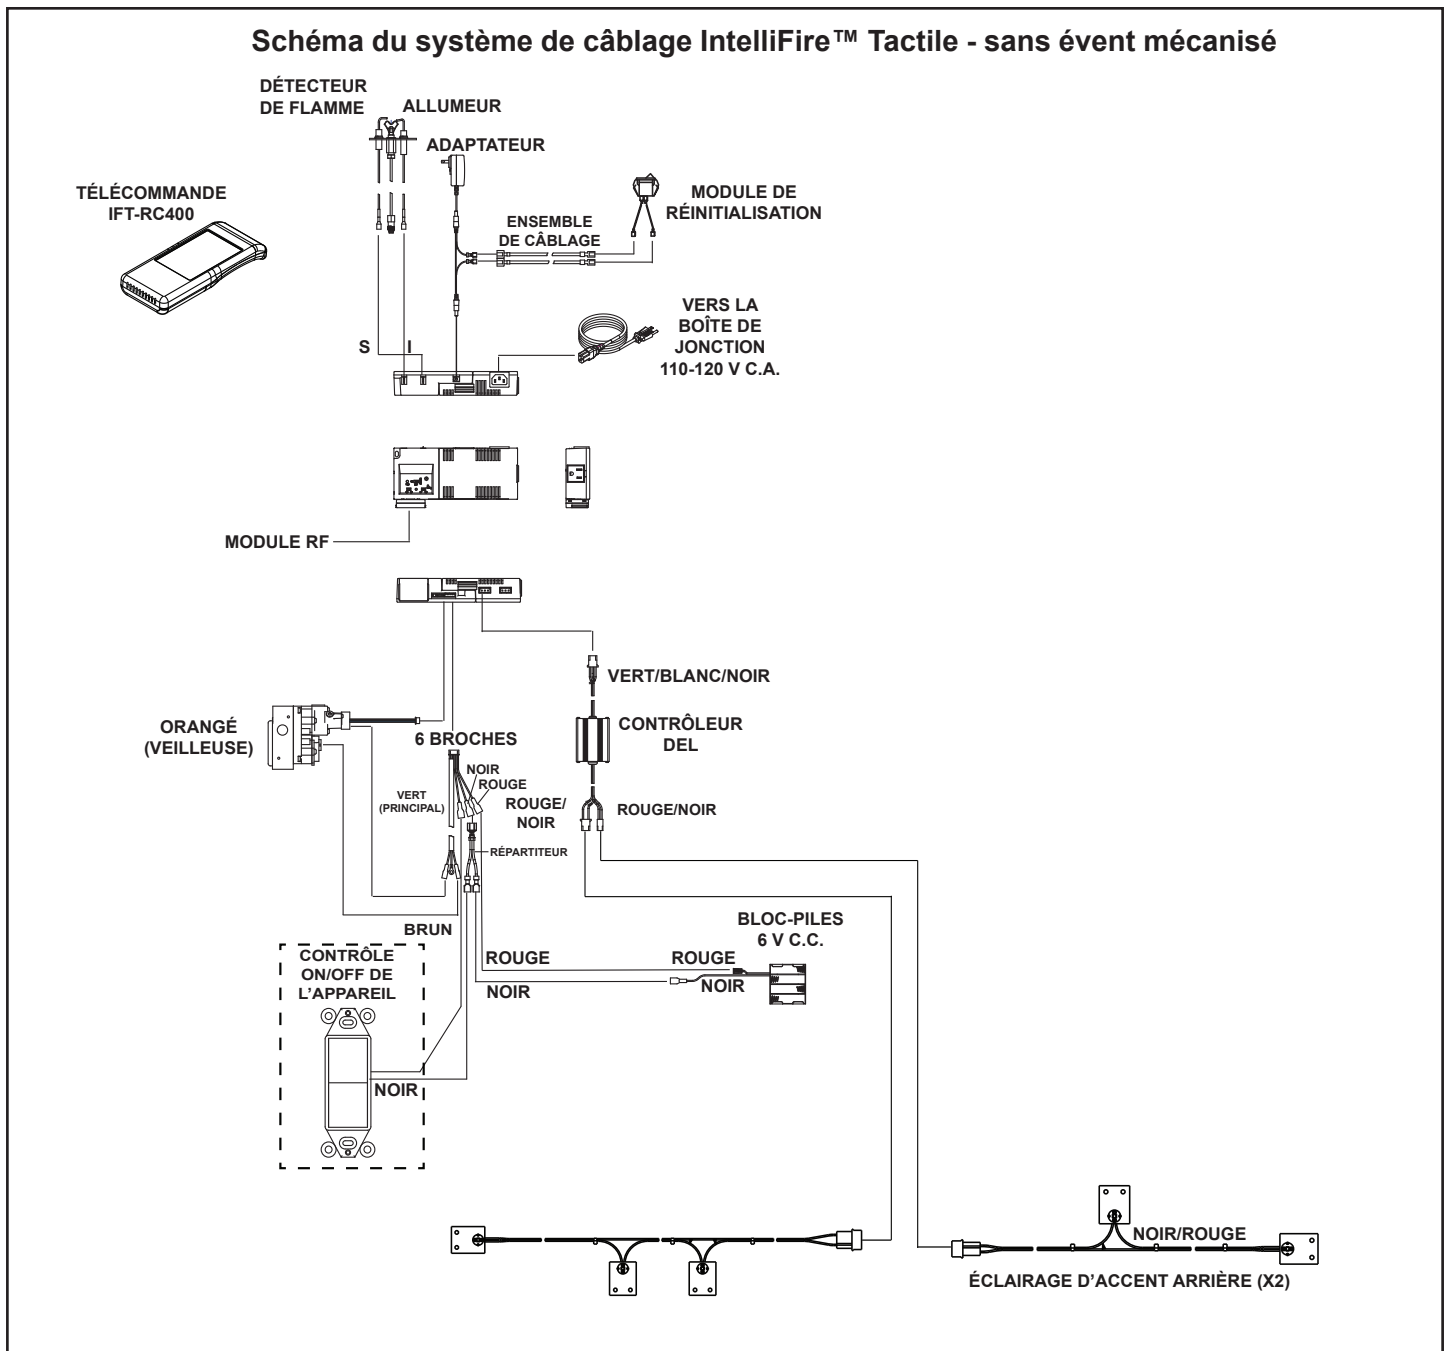

Figure 8.3 Schéma du câblage IFT sans événement mécanisé
- Se référer à la figure 8.3 ou 8.4, Schéma du câblage IFT.